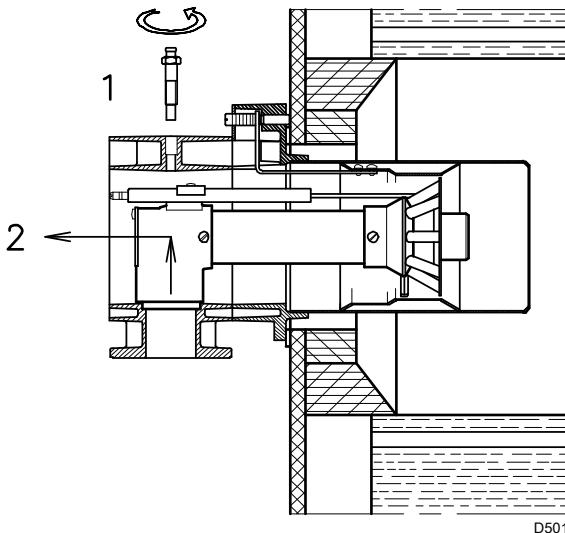

图 13
- 拆下螺丝 1(图 13)；
继续组装燃烧头内部部件 2 (图 13)，使用扭矩为 $4 \div 6 \text{ Nm}$ 的扳手拧紧螺丝 1 (图 13)。
安装进行到此处时，将燃烧头固定到锅炉上，如图 13 所示。